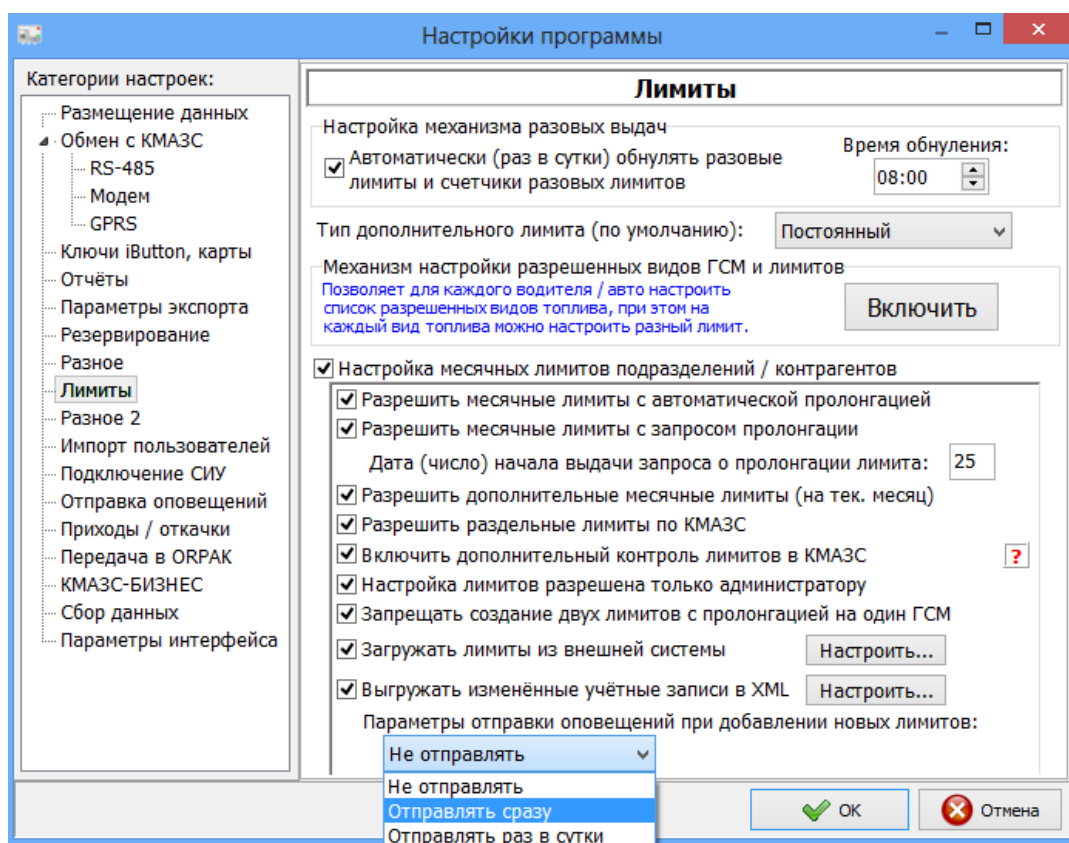

Рис. 19
2. Выполнить настройку месячных лимитов подразделений/контрагентов в окне «Настройки программы\Лимиты» (**меню Настройки\Настройки программы\Лимиты** (рис. 19))):